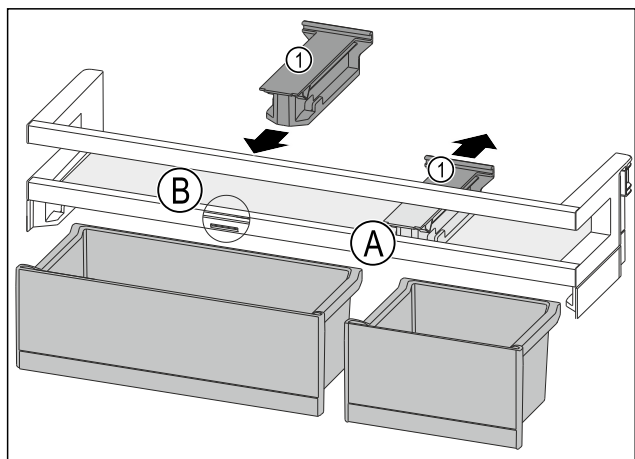

Fig. 113
- Držák Fig. 113 (1) v poloze Fig. 113 (A) stáhněte dozadu.
- Držák Fig. 113 (1) vložte v poloze Fig. 113 (B).